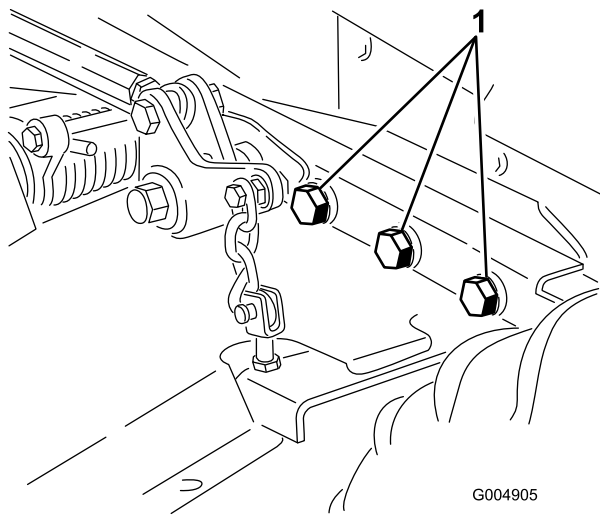

図 59
5. ボルトナット類にゆるみがないか点検し、必要な締め付けを行う。刈り込みデッキをトラクションユニットに固定しているボルト6本をトルク締めする 359 N·m 36.7 kg/cm² = 265 ft·lb 図 59。